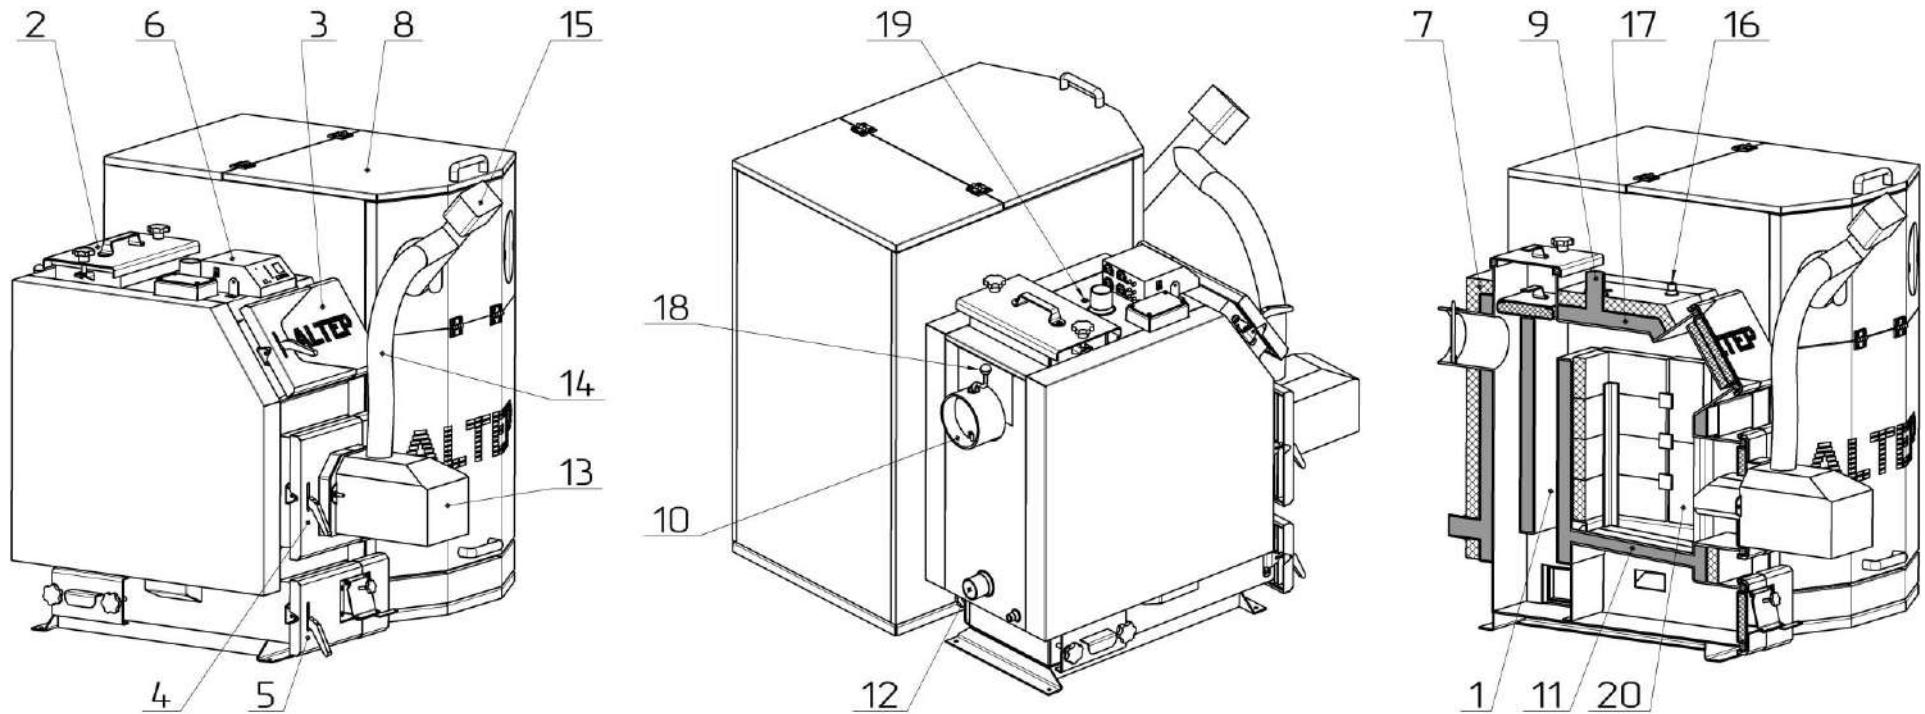

Рисунок 2 – Внешний вид и основные элементы котла типа КТ-3Е-РГ
Корпусом котла (поз. 1, рис. 2) является параллелепипед с двойными стенками, разделенными водными перегородками (поз. 17, рис. 2). Топочная камера расположена перед двухходовым теплообменником.
- шнекового (винтового) механизма подачи топлива, который приводится в движение мотор-редуктором (поз. 15, рис. 2);
- автоматической пеллетной горелки (поз. 13, рис. 2);
- электронного контроллера температуры (поз. 6, рис. 2).
Топливо для процесса сжигания подается автоматически из расположенного возле котла бункера для топлива (поз. 8, рис. 2) с помощью винтового (шнекового) механизма подачи. Шнековый механизм соединяется с горелкой гибким гофрированным рукавом (поз. 14, рис. 2), который изготовлен из легкоплавкого материала. Сгорание топлива (пеллеты) происходит в камере сгорания горелки на подвижном колоснике, который изготовлен из жаропрочной стали. Камера сгорания горелки выполнена из огнестойкой керамики.
Обслуживание котла заключается в периодическом добавлении топлива в бункер (поз. 8, рис. 2) и устраниении золы из нижней части корпуса котла без необходимости погашения котла. После розжига котел не требует постоянного присутствия обслуживающего персонала в помещении, где он смонтирован. Эксплуатация котла может происходить беспрерывно в течение всего отопительного сезона. Котел может также работать после отопительного сезона в системе с бойлером для горячего водоснабжения.
Дымовые газы выходят в дымоход через боров (поз. 10, рис. 2), расположенный в задней части котла. Боров оснащен встроенным дроссельным клапаном продуктов сгорания – шибером (поз. 18, рис. 2). В случае слишком высокой тяги в дымоходе шибер дает возможность снизить ее путем частичного перекрытия выходного отверстия борова
- дверцы топки (поз. 3, рис. 2);
- дверцы горелки (поз. 4, рис. 2);
- дверцы зольника (поз. 5, рис. 2).
- патрубок прямой сетевой воды (поз. 9, рис. 2);
- штуцер для установки предохранительного клапана (поз. 16, рис. 2);
- гильза для датчика температуры котла (поз. 19, рис. 2);
- дверцы для периодического обслуживания (чистки) конвекционной части котла (поз. 2, рис. 2).
В нижней части, на задней стенке, – патрубок обратной воды (поз. 12, рис. 2) и сливной патрубок.
Корпус котла обложен теплоизоляционным материалом – минватой (поз. 7, рис. 2).
Для обеспечения возможности работы котла в режиме ручной загрузки топлива в топку (например, дров), в нижней части топки размещена колосниковая решетка (поз. 11, рис. 2). Кроме того, на верхней стенке корпуса котла предусмотрено посадочное место для монтажа вентилятора (закрытое заглушкой), который будет нагнетать воздух в камеру сгорания (управление вентилятором осуществляется контроллером автоматически).
Для стабилизации процесса сгорания топлива, возможно, как опция, заказать модификацию котла с установленными керамическими катализаторами (поз. 20, рис. 2).